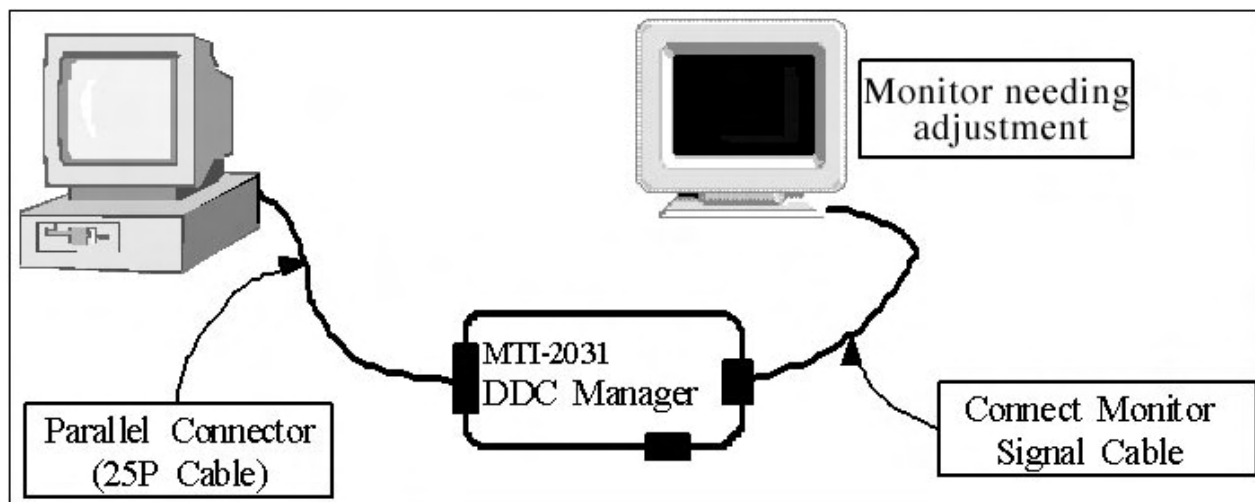

Рисунок 1.
2. Получите/загрузите соответствующий для модели DDC файл из отдела контроля качества. Установите нижеуказанный стенд (Рисунок 1) и введите данные.